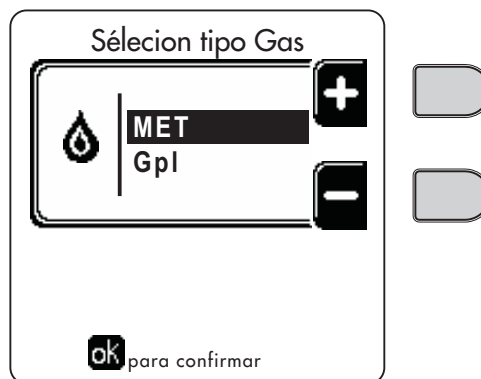

fig. 86- Selección del tipo de gas
11. Modifique el parámetro correspondiente al tipo de gas como se indica a continuación. Abra la pantalla ilustrada en la fig. 86 con la ruta "MENÚ USUARIO ➡ Mantenimiento ➡ Modo Test ➡ Selección del tipo de gas". Pulse las teclas contextuales 1 y 2 para elegir el tipo de gas. Confirme con el botón OK.